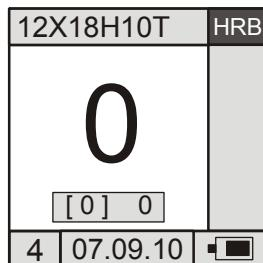

рис. 9
2.6.1 При включении (кратковременном нажатии кнопки “”) в зависимости установленных в предыдущих циклах работы параметров усреднения, вывода дополнительной статистики, используемой шкалы или дополнительной калибровки и т. д. дисплей прибора может принять вид рисунок 9.